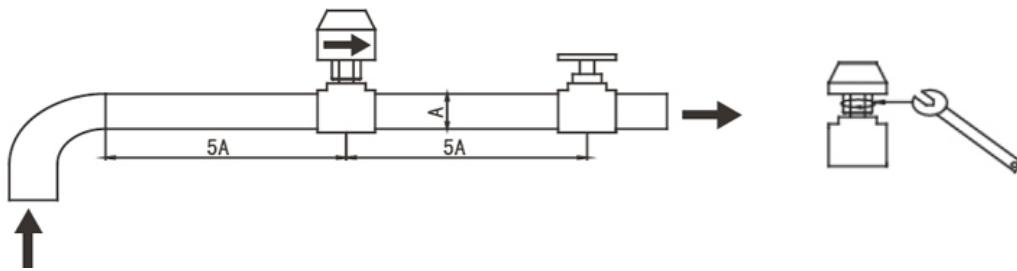

Fig. 4 Schema de montaj controler debit
c. Conducta de pe aspirația vaporizatorului va fi prevăzută cu debitmetru în scopul de a realiza protecția și controlul debitului la unitate. Ambele capete ale debitmetrului vor fi prevăzute cu secțiuni orizontale de conductă dreaptă cu diametrul de 5 ori mai mare decât conducta de intrare. Debitmetru va fi montat în concordanță cu "Regulamentul de montaj și Ghidul pentru Debitmetru" ( Fig 4). Cablajele debitmetrului vor fi conectate la panoul electric prin intermediul protecției de copex. ( vezi Schema Electrică pentru detalii ). Presiunea de lucru a debitmetrului este de 1.0MPa iar interfața este de 1 inch în diametru. După se s-a realizat montajul, debitmetrul va fi reglat corespunzător în conformitate cu debitul unității.